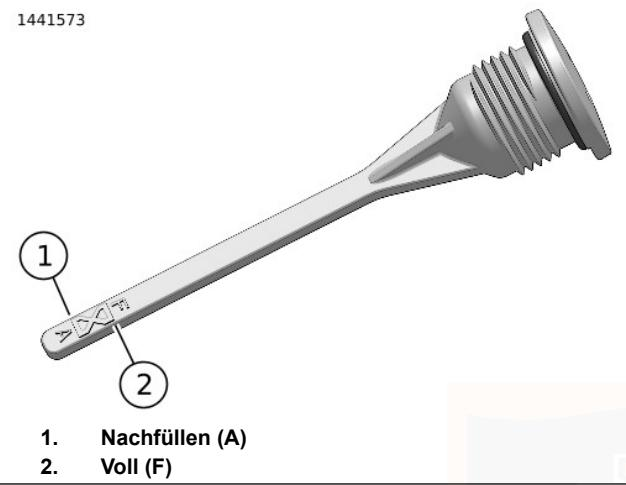

Abbildung 95. Getriebeschmiermittelstand
- Siehe Abbildung 95. Einfüllverschlussstopfen/Ölmessstab entfernen. Den Schmiermittelstand auf dem Ölmessstab prüfen. Der richtige Ölstand liegt zwischen den Markierungen Add (A) (1) und Full (F) (2).
1. Siehe Abbildung 95. Den Getriebeefüllverschlussstopfen/Ölmessstab entfernen.
6. Den Schmiermittelstand prüfen. Ausreichend Schmiermittel zugeben, bis der Füllstand zwischen den Markierungen A (Hinzufügen) und F (Voll) liegt. Siehe Abbildung 95.